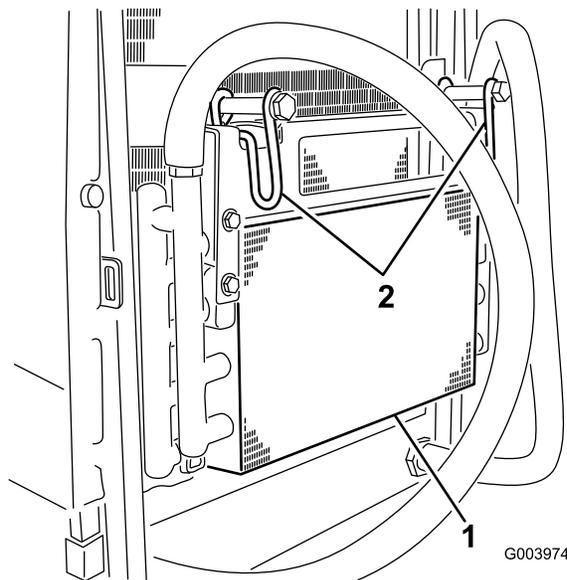

図 65
5. オイルクーラのラッチを内側に倒してオイルクーラを外す 図 65